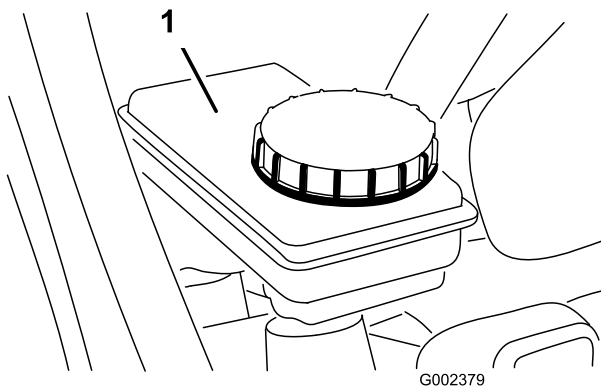

Figura 23
2. O nível do fluido deve estar ao nível da linha Full indicada no reservatório (**Figura 23**).